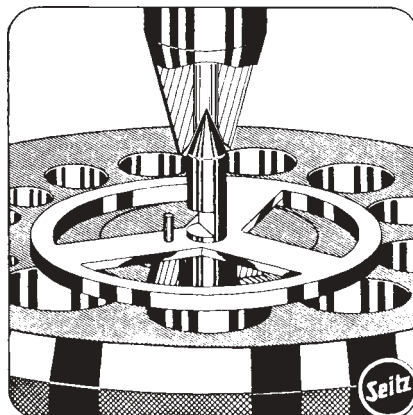

Abb. 33
**d)** Dient zum Ein- und Ausschlagen von Weckerunruhwellen (Abb. 33)